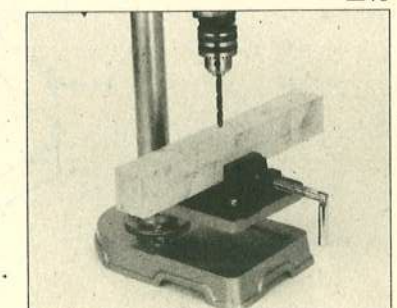

図14
- ②ドリル装着場に、テーブルの上に木板を置くことで、ドリルがつき抜けても、欠けたり傷がつくのを防ぎます。木板は柱の左側に接触するように置いて下さい。図14参照
- ③テーブルに止められないような小さなものを加工するときはドリル・プレス・バイス(万力)などを使って下さい。(ただし、部品には入っていません)万力は必ずテーブルにボルトなどで固定して使用して下さい。図14参照